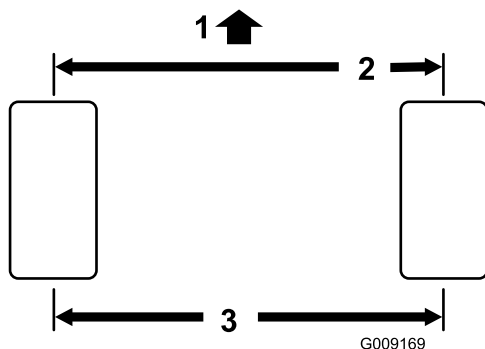

Figura 114
2. Măsurai distanța centru-centru (la înălțimea axului) în partea din față și din spate a roilor (Figura 114).